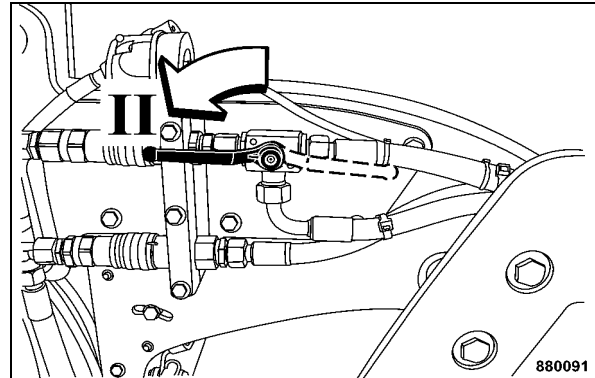

Fig. 99
- Tourner la manette de la vanne de l'épandeur de gravier sur position "II" (Fig. 99).